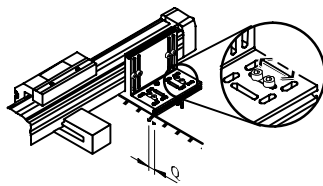

Fig. 7: Q = Juego lateral
- Al principio, apretar los tornillos de la fijación en diagonal sólo ligeramente (ver Fig. 7: Q)
- Ahora apretar los tornillos de fijación (ver Fig. 7: Q) del eje de guía.